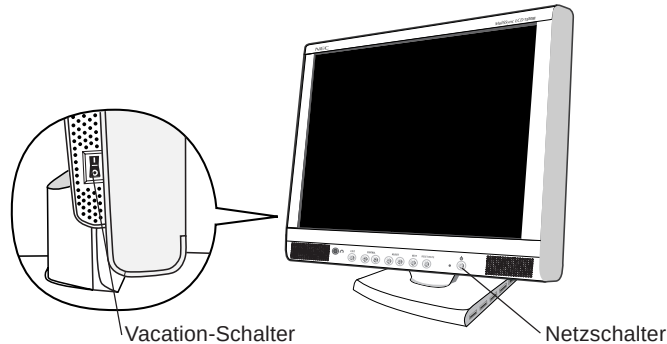

Abbildung H.1
8. Der Vacation-Schalter auf der linken Seite des Monitors muss sich in der Position ON befinden (**Abbildung H.1**). Schalten Sie Monitor und Computer mit den jeweiligen Netzschaltern ein.